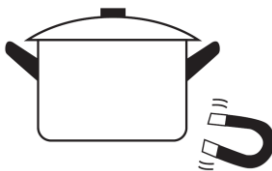

Рисунок 9
- Используйте подушечку пальца, а не его кончик (см. рисунок 9).